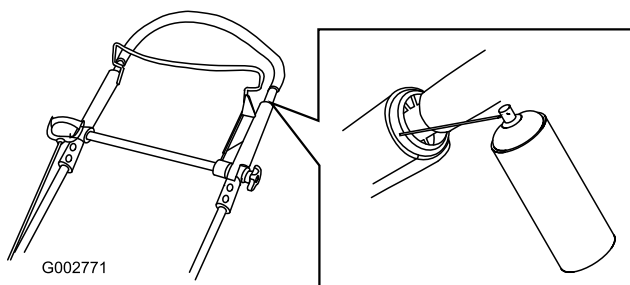

Figura 43
1. Rocíe sobre el extremo de plástico exterior del manillar interior (Figura 43).